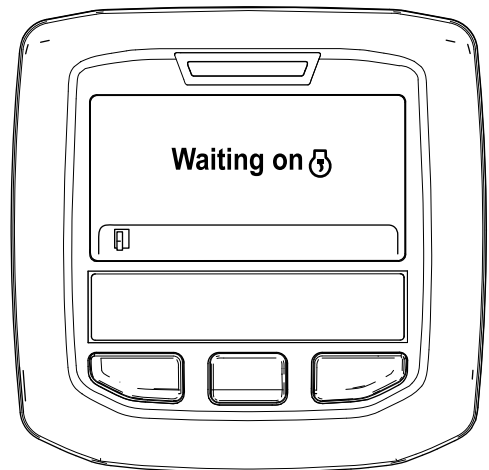

Bild 48
- B. Die Meldung „Waiting on“ wird angezeigt (Bild 48).